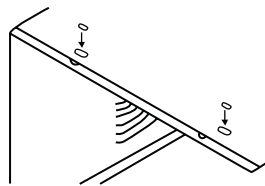

Fig.6
9. Ajoutez deux inserts en mousse dans les trous situés en haut de l'armoire, d'où les vis d'expédition ont été retirées (voir Fig. 6).
1. Fixez le joint en mousse à l'angle supérieur au-dessus des trous, tel qu'illustré à la Fig. 6.